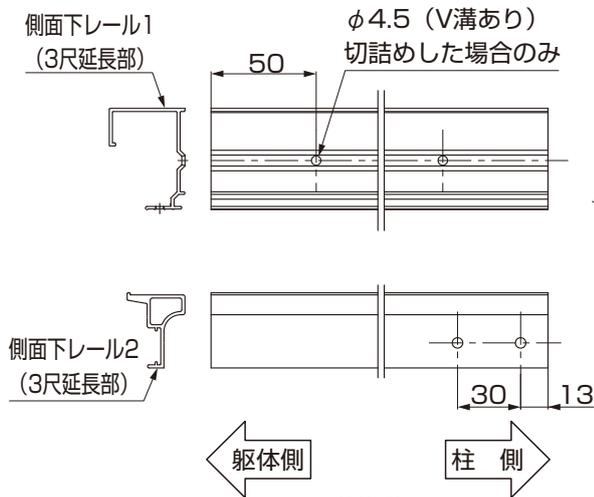
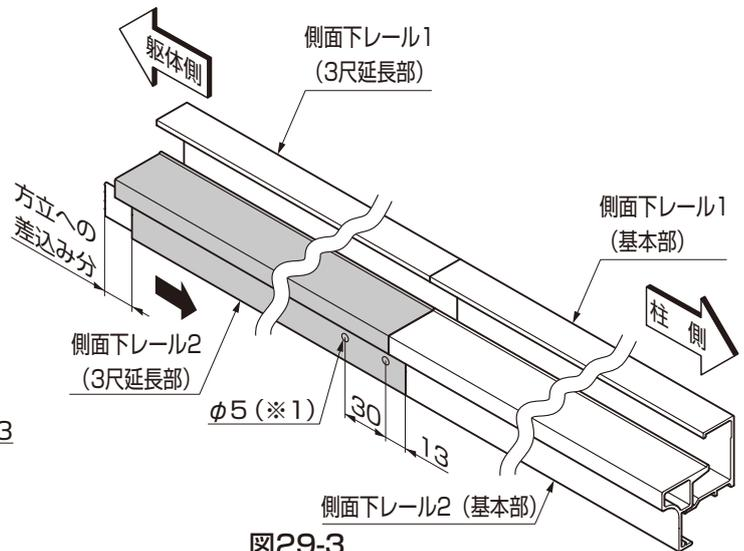

図29-2
図29-3
- ①側面下レール2をスライドして外してください。
- ②側面上レール、側面下レール1 (3尺延長部)、側面下レール (3尺延長部) に穴加工をしてください。(図29-2参照)
- ③側面下レール2を元にもどしてください。
- ④側面下レール (3尺延長部) を方立に仮置きしてください。
- ⑤側面下レール (基本部) を側面下レール (3尺延長部) と組み合わせてください。
- ⑥下げ振りを使って側面レール内側角部と側面下レール1内側角部が同じ位置になるように位置出しをしてください。
- ⑦側面下レール2 (3尺延長部) の穴をガイドにφ5 (※1) の穴加工を行なってください。(図29-3参照)